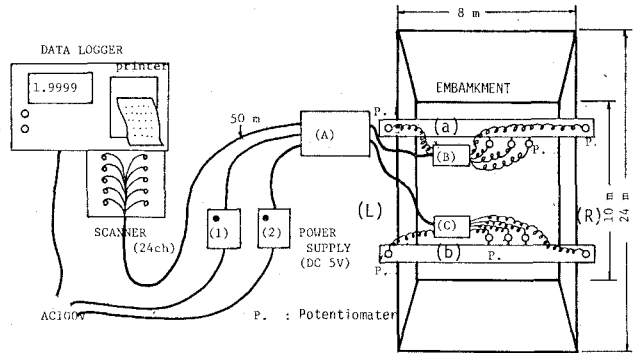

図1 計測システムの概略図
- ① 計測システム全体が、単純で人手がかからないこと。
- ② 基礎的な電氣的知識があれば事足りること。
- ③ 自動計測を長期的に安定してできること。
- ④ ある程度正確に変形を測定できること。
- ⑤ センサー、コード等の防水が完全であること。
- ⑥ 停電等の対策をあらかじめ考えておくこと。
- ①については、図1に見られるように、盛土の上にやぐらを組みそこに計測器を取り付けただけのごく単純なものである。③については、過去5ヵ月間たってもごく単純な故障を除けば、全く問題がないうである。④については、使用した変位計のストロークが5cmと短かったため、大きな変形に死じられずスケールオ